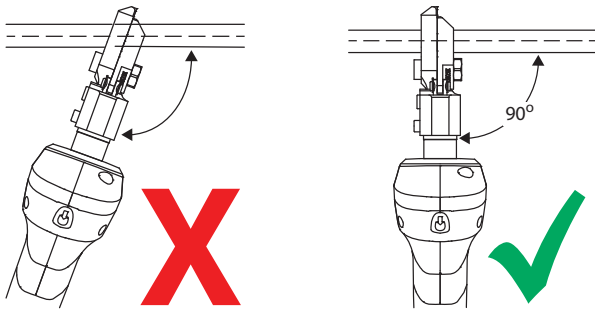

Figure 10
10. Positionner l'outil à 90° angle par rapport au câble (Fig. 10).